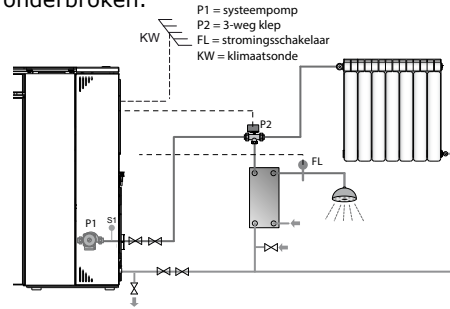

Fig. 9 - Configuratie met warmwaterset
3.9 Systeem met onmiddellijke binnenlandse (fig. 9)